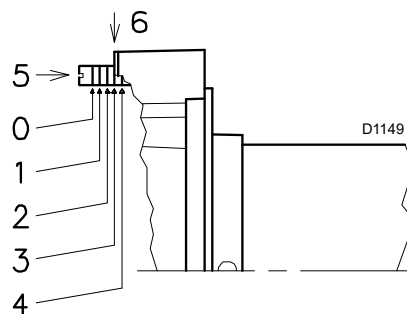
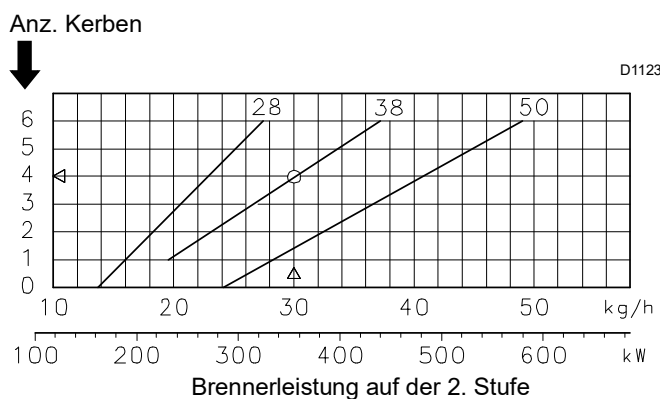

Abb. 18
Abb. 19
- Die Schraube 5) (Abb. 18) drehen, bis die vom Diagramm (Abb. 19) angegebene Kerbe mit der vorderen Fläche des Flanschs 6) (Abb. 18) übereinstimmt.
- Aus dem Diagramm (Abb. 19) geht hervor, dass die Einstellung des Flammkopfs bei diesem Durchsatz auf Kerbe 4 durchgeführt wird, wie in der Abb. 18 ersichtlich.